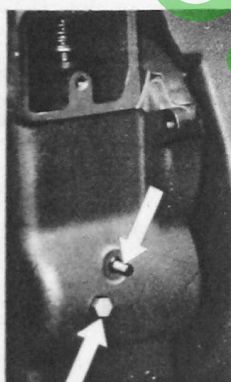

Fig. 20
Fig. 20 a
4. Anschlagsschraube (Fig. 20, unten) herausdrehen Reglerstößel und Reglerritzel von der Reglerwelle (Fig. 20 a) abziehen.
4. Screw out stop screw (Fig. 20, bottom arrow) and withdraw governor plunger and pinion from governor shaft (Fig. 20 a).